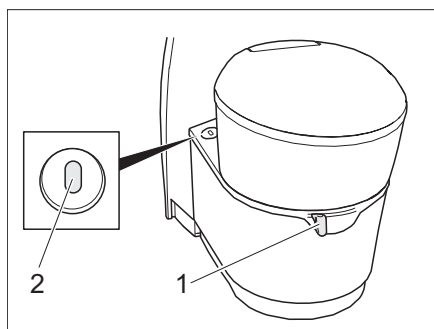

Fig. 132 Cuvette de toilette Thetford, pivotante
- Avant l'utilisation, ouvrir le registre de la toilette Thetford. Pour cela, pousser le levier du registre (Figure 132,1) dans le sens inverse des aiguilles d'une montre.
L'indicateur (Figure 132,2) devient rouge lorsque la cassette Thetford doit être vidangée.
- Pousser le levier du curseur (Figure 132,1) dans le sens des aiguilles d'une montre. Le curseur se ferme. Pour la vidange il faut que le curseur des toilettes Thetford soit fermé.